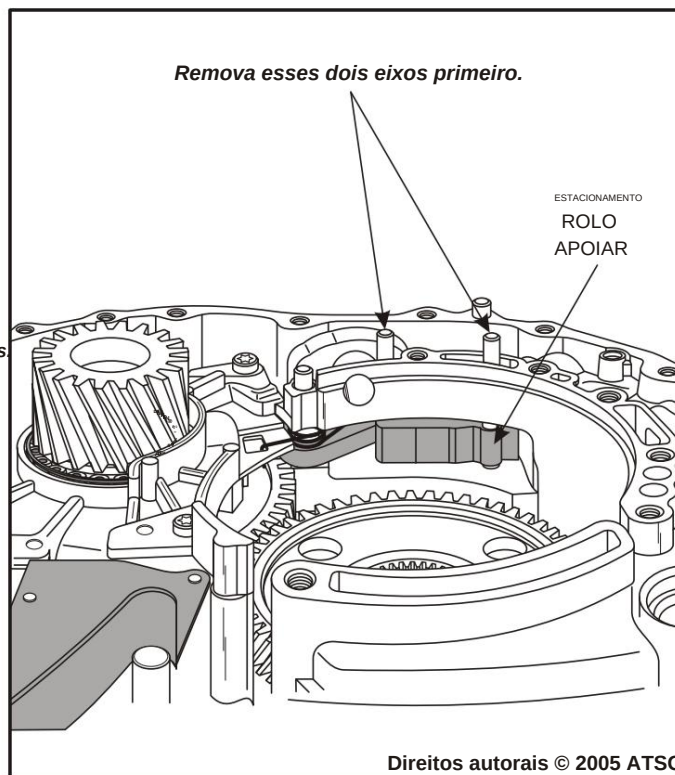

Figura 57
74. Remova os dois eixos que prendem o estacionamento suporte do rolo, conforme mostrado na Figura 57.